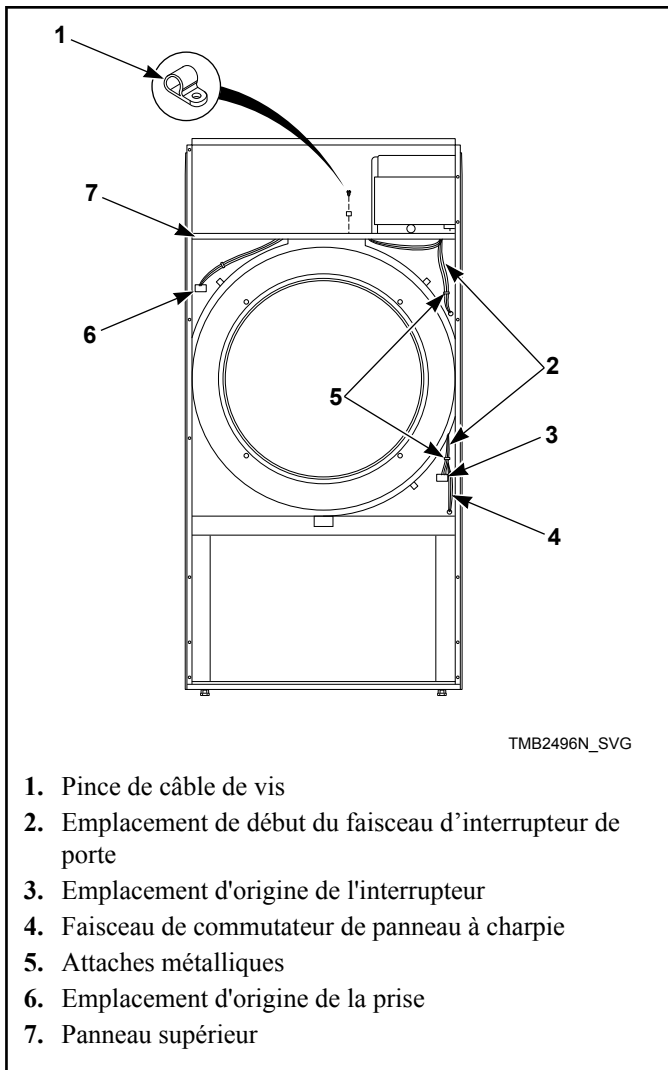

Figure 9
7. Couper les attaches métalliques afin de retirer le faisceau d'interrupteur de porte. Prendre garde à ne pas endommager les fils du faisceau. Se reporter à la *Figure 9*.